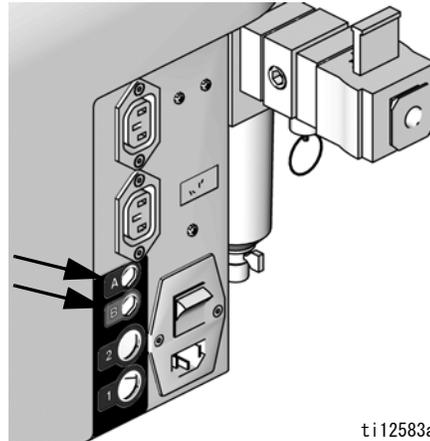

図 6 : タンクリフィルキットの電源
2. A 側タンクへのリフィルキットの取り付けには、マシンの背面にある「A」コネクタにタンクリフィルキット電源コードを接続して下さい。図 6 を参照して下さい。
B 側タンクにタンクリフィルキットを取り付けるには、マシンの背面にある「B」コネクタにタンクリフィルキット電源コードを接続して下さい。図 6 を参照して下さい。